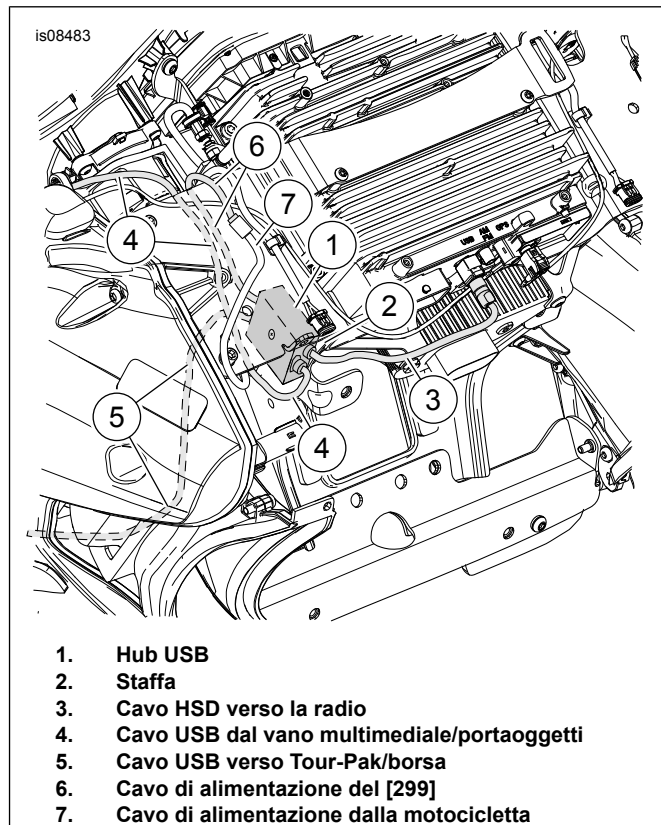

Figura 4. Installazione dell'Hub USB e posizione dei cavi
2. Vedere Figura 4. Collegare il cavo USB (4) dal vano multimediale/portaoggetti all'Hub USB (1) come mostrato.
3. Collegare alla radio il cavo HSD (3).
4. Collegare il cavo di alimentazione (6) al cavo di alimentazione (7) del [299].
5. Passare il cavo USB (5) verso la parte posteriore della motocicletta.